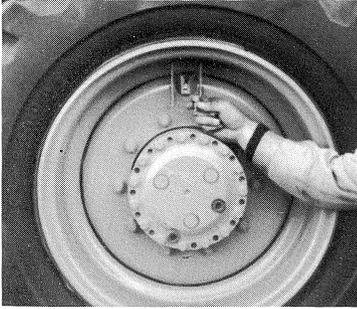

Bild 59
2. Ventileinsatz herausdrehen und Verbindungsmutter eindrehen (Bild 59).